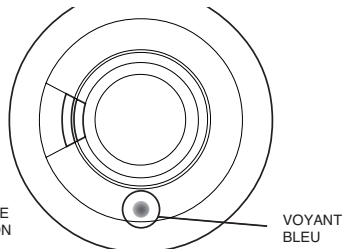

Figure 2b
7. Quand le mode synchronisation est activé, le voyant bleu (situé sur la face avant du détecteur – voir figure 2b) clignote toutes les cinq secondes pour indiquer :